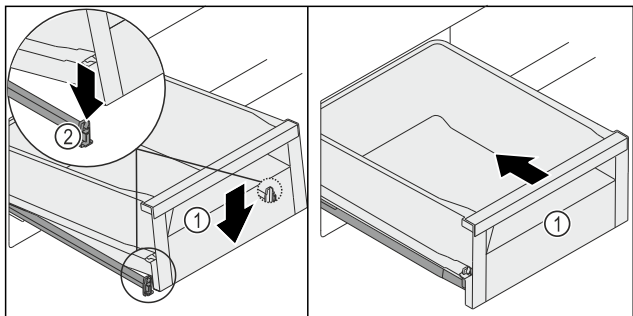

Fig. 130
- ▶ Predal Fig. 130 (1) spustite spredaj tako, da predal zdrsne v objemko Fig. 130 (2) na levi in desni.
- ▶ Predal Fig. 130 (1) se zadaj slišno zaskoči.
- ▶ Vstavite predal Fig. 130 (1).